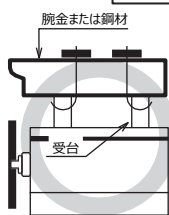

図 2
- イ. 開閉器の受台に腕金または鋼材が直接当たるように取付けてください。（図2）